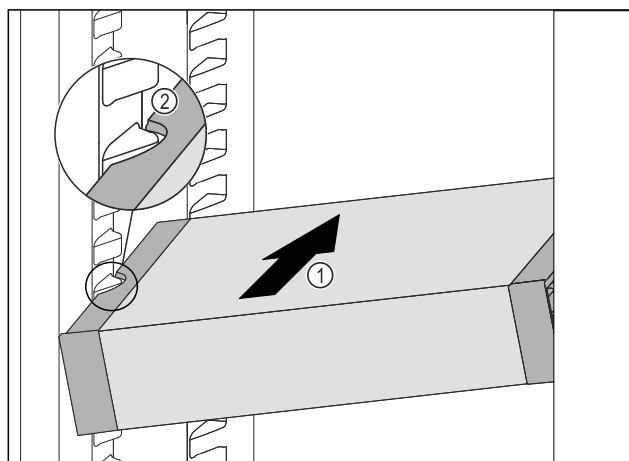

Fig. 116
- VarioSafe zasúvajte šikmo do chladničky Fig. 116 (1), kým sa bočné vybrania Fig. 116 (2) VarioSafe nebudú nachádzať vo výške rebra nádoby v chladničke.